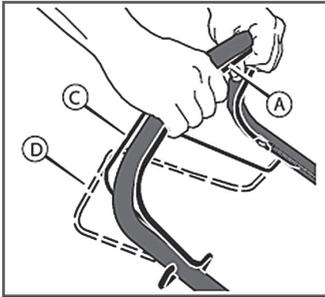

Рис. 11 Включение привода колес
1. Удерживайте рычаг остановки двигателя (А) в рабочем положении (Рис. 11). Запустите двигатель.